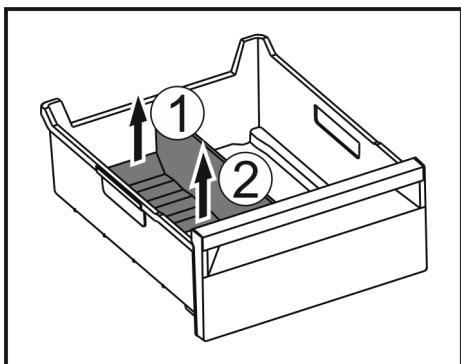

Fig. 70
- Lyft upp frysfacksdelarens bakre del. Fig. 70 (1)
- Ta ut frysfacksdelaren uppåt. Fig. 70 (2)